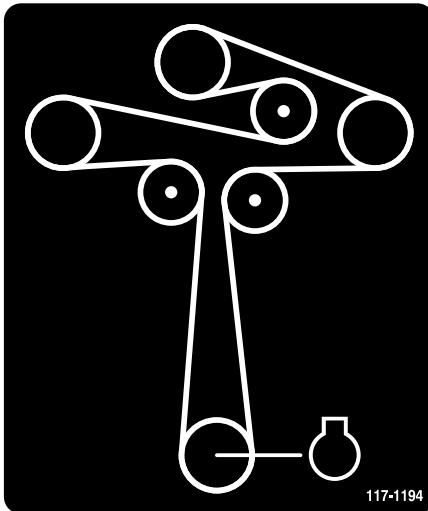

Figura 4
2. Instale la correa del cortacésped, si no está instalada (Figura 4). Consulte en el *Manual del operador* la sección Sustitución de la correa del cortacésped.